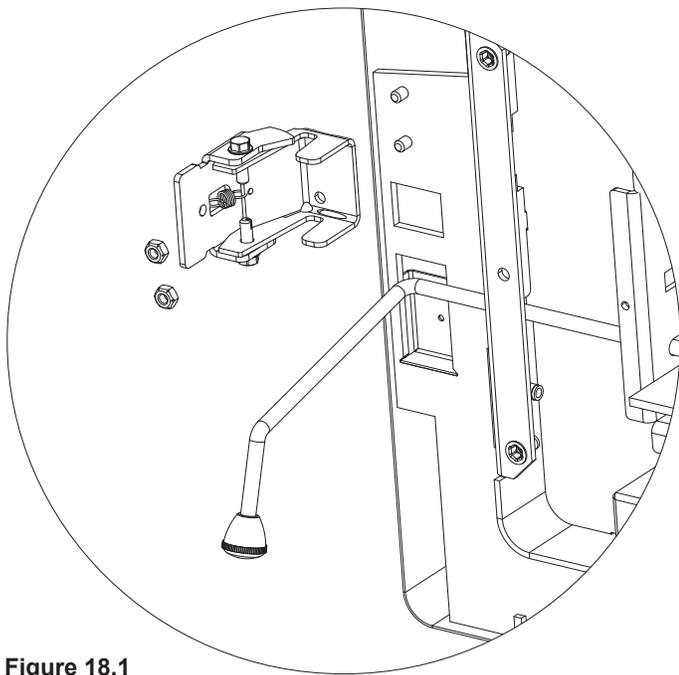

Figure 18.1
- Installez le verrou de l'ARS en glissant l'ensemble du verrou sur les 2 goujons sortant du fond gauche de l'appareil. Fixez en utilisant deux écrous à l'aide de la clé à douille 7/16 (**Figure 18.1 à la page 18**).
2. Glissez le piédestal par-dessus l'adaptateur à la base de l'appareil et fixez à l'aide de quatre boulons et un tournevis cruciforme (Figure 18.1 à la page 19).